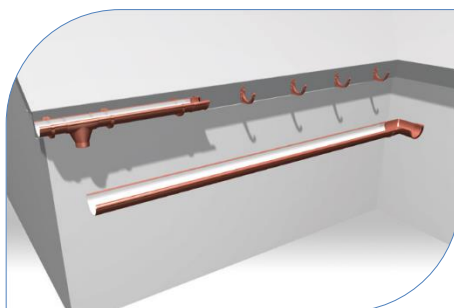

Рис. 17
3.8 На кутах даху встановіть кути з ущільнювачами (рис. 17)